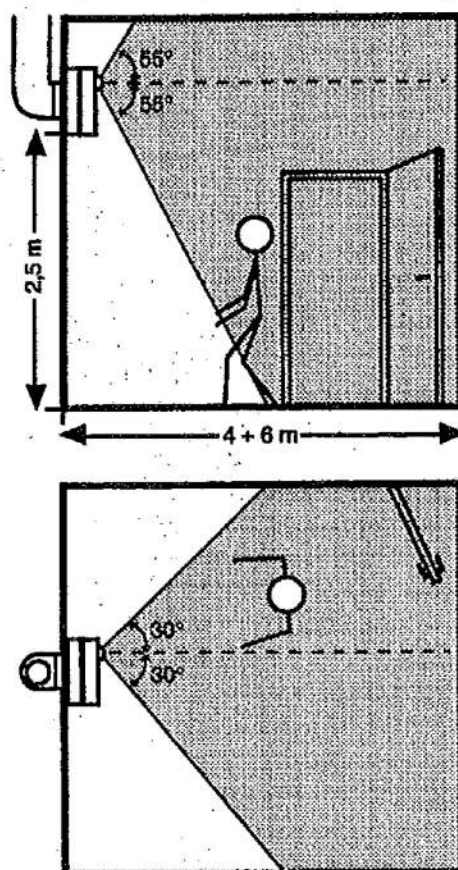
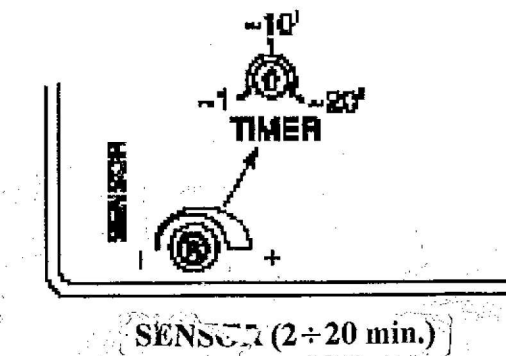

Fig. 11
Fig. 6
N.B.: per un'ottimale ricezione del sensore, posizionare l'aspiratore considerando i campi d'azione della "lente" come indicato nelle figure 11 e 12.
Pour un bon fonctionnement positionner l'aérateur en tenant compte du meilleur angle de détection (voir fig. 11 et 12).
De motor van de ventilator gaat automatisch werken (na enkele seconden) zodra de infraroodsensor merkt dat er iemand in de ruimte is. De ventilator blijft dan voortdurend in werking tot dat de ruimte is verlaten. Hierna zorgt de timer voor een nalooptijd (fig. 6) daarna gaat de ventilator definitief uit. Zook voor het installeren zorgvuldig een plaats uit, zodat de infraroodsensor een zo groot mogelijk gebied kan bereiken (fig. 11 -12).
Den infrarode sensor sørger for at motoren tænder automatisk (med få sekunder forsinkelse), når tilstedeværelse i rummet registreres og fortsætter indtil rummet igen forlades. Herefter vil timeren sørge for at motoren kører i den forvalgte tid (fig. 6). For ventilatorens installeres er det vigtigt at vælge den rette position for den infrarode sensor, således at den dækker rummets areal optimalt (fig. 11 -12).